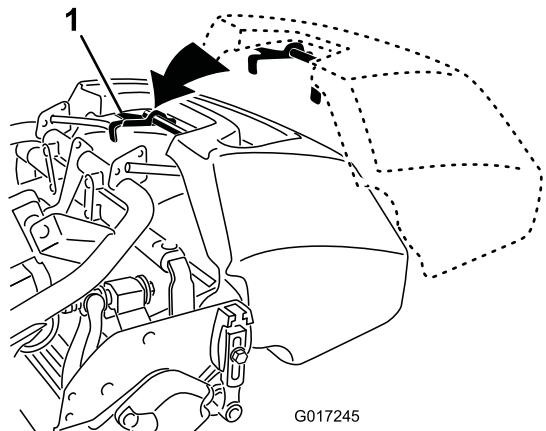

図 21
- バスケットのハンドルをつかむ図 21。
- バスケットのリップ部をカッティングユニットの左右のサイドプレートの中央部に合わせて前ローラの上にセットする図 21。
- フレームループの上からバスケットを取り付ける図 21。